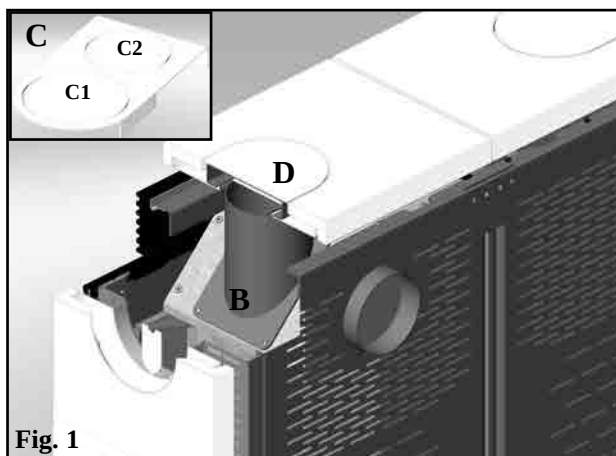
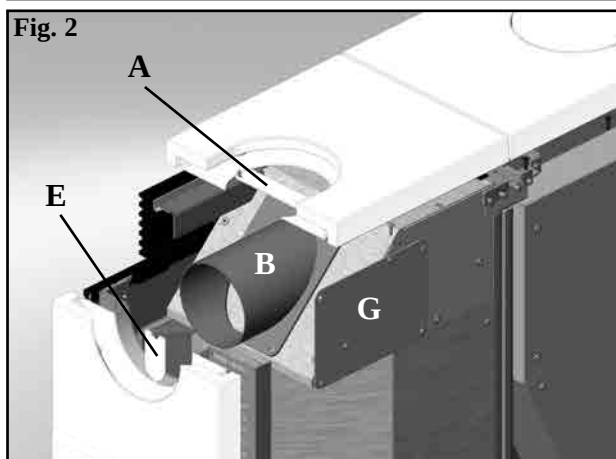
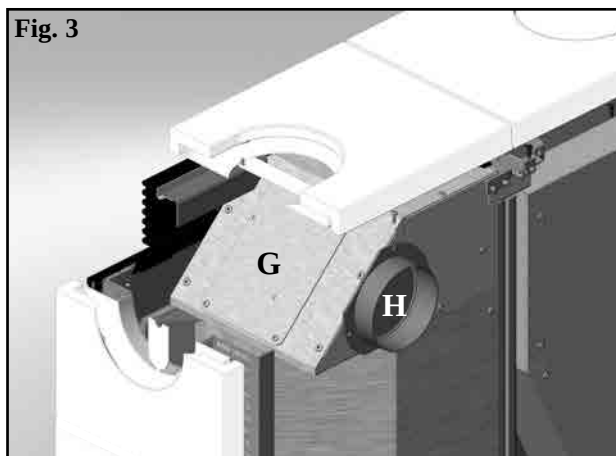

Fig. 1
Fig. 2
Fig. 3
Para la conexión es necesario utilizar la tapa precortada suministrada por separado (C) extrayendo el diafragma C1, en lugar de la tapa sin precorte (D - fig.1).
Extraer de la placa de metal de soporte de cerámica derecha el diafragma precortado (A - fig. 2) y fijar el manguito de conexión (B - fig. 1).
Para conectar el tubo transportador es suficiente eliminar el diafragma (E - fig. 2) precortado desde el lado metálico derecho de soporte de cerámicas laterales y fijar el manguito de conexión (B - fig. 2). Adaptar el tubo en el manguito de conexión (B) pasándolo a través del orificio en la cerámica (en este caso el tapón de cerámica no se utiliza).
Además, es posible configurar la estufa para la salida posterior de la canalización (fig. 3). En este caso es necesario extraer la tapa pequeña que está en la salida posterior (G-fig.2) y fijarla en posición G - fig. 3.
Instalar el manguito de conexión correspondiente (H-fig.3) y adaptar el tubo transportador.
Para la conexión es suficiente adaptar el tubo (no incluido) en la unión acodada (G-fig.5) presente en la estufa y a la que se puede acceder abriendo la puerta de vidrio derecha (fig. 5). En la unión acodada (G) hay una tapa de inspección para la limpieza (H). En caso de uso de la salida en la tapa es necesario utilizar la tapa precortada (C - fig. 1 en la pág. 10) eliminando el diafragma C2, en lugar de la tapa sin precorte (D - fig. 1 en la pág. 93).